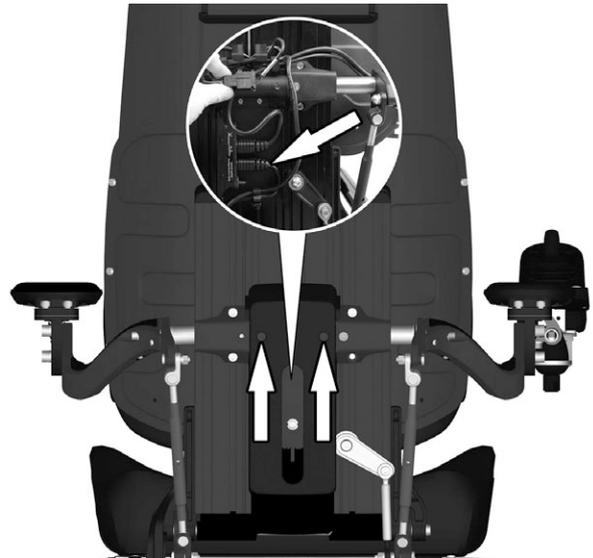

Abbildung 142. Das R-Net-Kabel wieder am Kontaktblock an der Rückseite der Rückenlehnen anschließen.
3. Das R-Net-Kabel am Kontaktblock an der Rückseite der Rückenlehnen anschließen. Siehe Abbildung. 142. Kabel an den Leitungshaltern befestigen.
5. Abdeckung auf der Rückseite der Rückenlehne wieder anbringen. Es ist mit zwei Schrauben befestigt. Siehe Abbildung. 142.